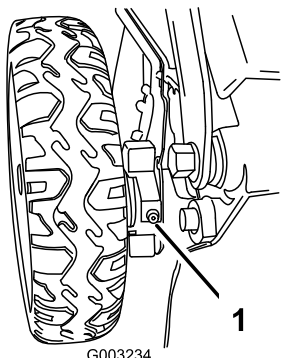

Figure 26
1. Essayez les graisseurs situés juste à l'intérieur des roues arrière avec un chiffon propre (Figure 26).